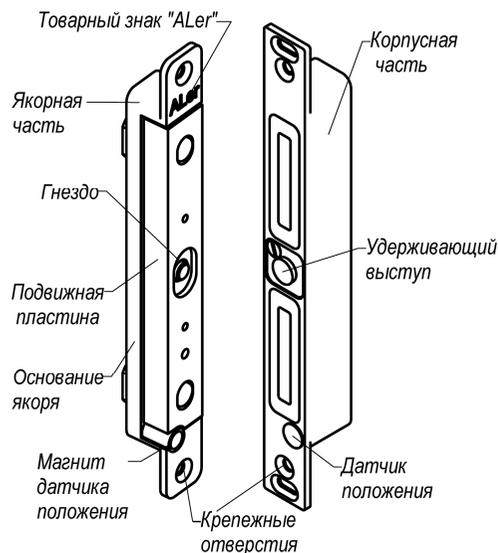
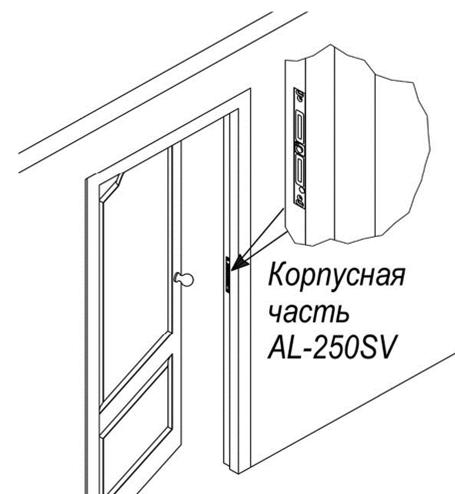
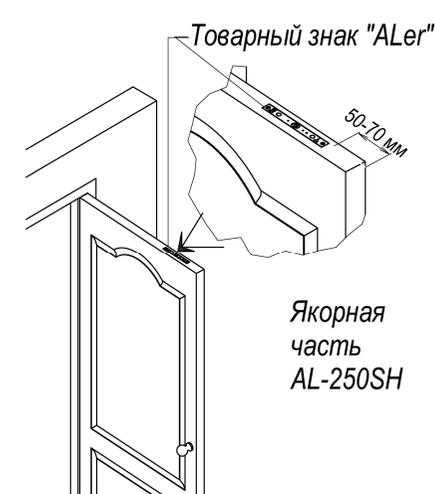

Рис.1
Рис.2
Рис.3
4.1 ЗАМОК состоит из корпусной и якорной частей. Корпусная часть монтируется в дверной коробке, якорная часть - в двери. При закрытии двери подвижная пластина якорной части (рисунок 1) притягивается к рабочей поверхности корпусной части, при этом удерживающий выступ на корпусе входит в соответствующее гнездо пластины якоря и блокирует дверь. Величина удерживающего усилия замка определяется конструктивными размерами удерживающего выступа. При снятии напряжения питания ЗАМОК разблокируется, что приводит к отпираанию двери.
4.2 Датчик Холла, расположенный на фланце корпуса (датчик положения), и магнит датчика положения, расположенный в якорной части (рисунок 1), используются для управления внутренней электронной схемой замка и определяют режимы «ПОДБРОС» и «УДЕРЖАНИЕ». При закрытии двери по сигналу датчика положения выполняется включение обмоток замка большим током намагничивания. Тем самым реализуется режим активного притягивания («подброс» якоря). Режим «ПОДБРОС» длится 4 – 5 секунд, после чего происходит переключение в режим «УДЕРЖАНИЕ» в заблокированном положении с пониженным током потребления.
5.1 Корпусная часть замка AL-250S при скрытой установке монтируется в дверную коробку, якорная часть - в дверное полотно. Замок вертикального исполнения AL-250SV монтируется в среднюю часть дверной коробки (рисунок 2), замок горизонтального варианта AL-250SH устанавливается в верхней части двери (рисунок 3). Габаритные размеры якорной и корпусной частей замка приведены на рисунках 4 и 5.
Якорная часть вертикального варианта должна быть сориентирована в гнезде по установочной метке в виде товарного знака «ALer» направлением вверх (рисунок 1), для горизонтального варианта знак «ALer» на якорной части должен находиться ближе к оси поворота двери (рисунок 3).
5.3 Для монтажа корпусной части в дверной коробке подготавливается аналогичное гнездо напротив гнезда в двери. Корпусная часть замка ориентируется относительно якорной части по датчику положения на фланце замка. Датчик положения на корпусе должен находиться напротив магнита на якорной части (рисунок 1). Рекомендуется гнездо делать на 2-5мм шире корпуса, чтобы компенсировать погрешности монтажа в поперечном направлении за счет перемещения корпусной части в пределах гнезда.